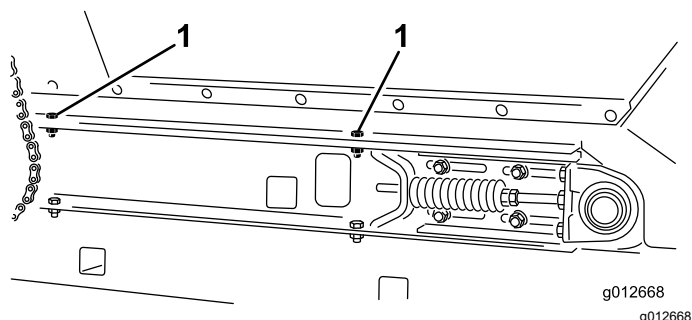

Figura 32
4. Su ciascun lato della macchina, fissate la tramoggia alle guide del telaio scorrevole (Figura 32) con le 2 viti a testa cilindrica, le 2 rondelle e i 2 dadi di bloccaggio che avete rimosso in Smontaggio del pianale scorrevole \(pagina 24\).